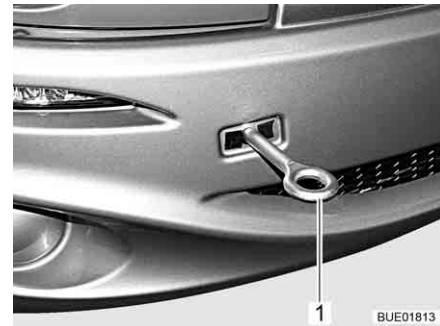

Fig. 49 Argolla de remolque, montada
- Montar la argolla de remolque (Fig. 49,1) conforme a las indicaciones en las instrucciones de funcionamiento del vehículo básico.